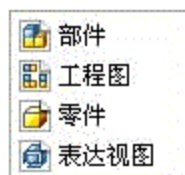

图1-4 快捷菜单
- （4）单击工具栏上的【新建】图标旁边的黑色三角按钮，将显示如图1-4所示的“模板文件”快捷菜单。